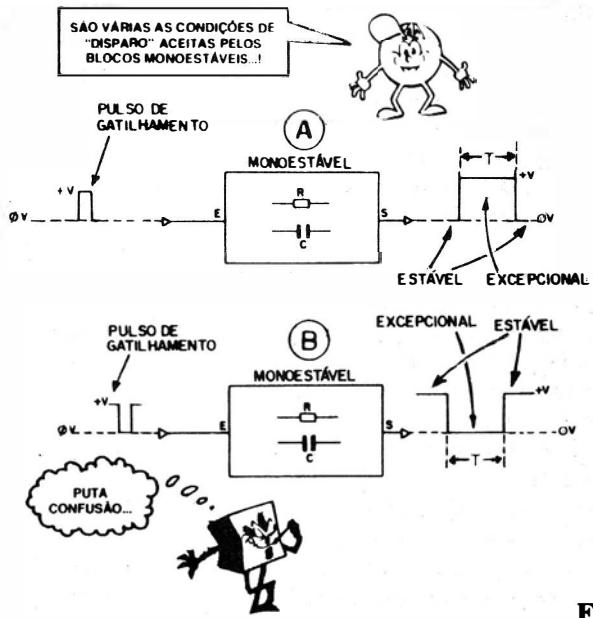

Fig.6
- **FIG. 6-A** - Outra configuração de polaridades e estados, mas que também determina uma nítida função MONOESTÁVEL... Agora a condição estável da Saída "S" é "baixa" (apenas fica "alta" durante a Temporização, e o disparo ou gatilhamento deve ser feito por um pulso positivo...).
- **FIG. 6-B** - Outro conjunto possível de polaridades ou estados, também configurando funcionamento MONOESTÁVEL... A condição estável da Saída "S" agora é "alta", ficando "baixa" apenas no decorrer do período de